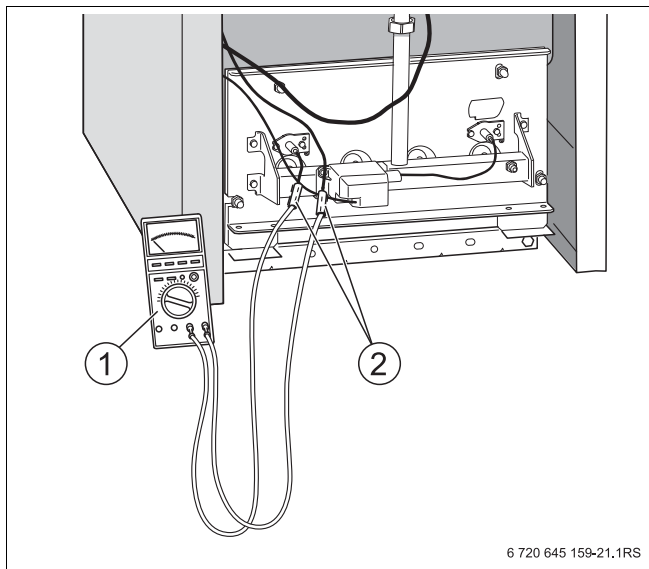

Рис. 32 Измерение тока ионизации
- Измерительный прибор (Рис. 32, поз. 1) последовательно соединить с контактами снятого штекерного соединения контрольного кабеля (Рис. 32, поз. 2).
- Выбрать на измерительном приборе (Рис. 32, поз. 1) диапазон постоянного тока в мА.
- Восстановить штекерное соединение контрольного кабеля (Рис. 32, стр. 50, **поз. 2**).